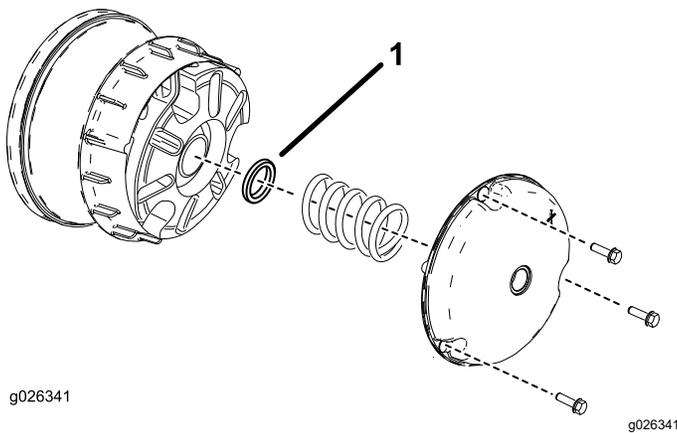

図 64
2. 図 64に示すように、一次クラッチカバーを固定しているボルトを外す。